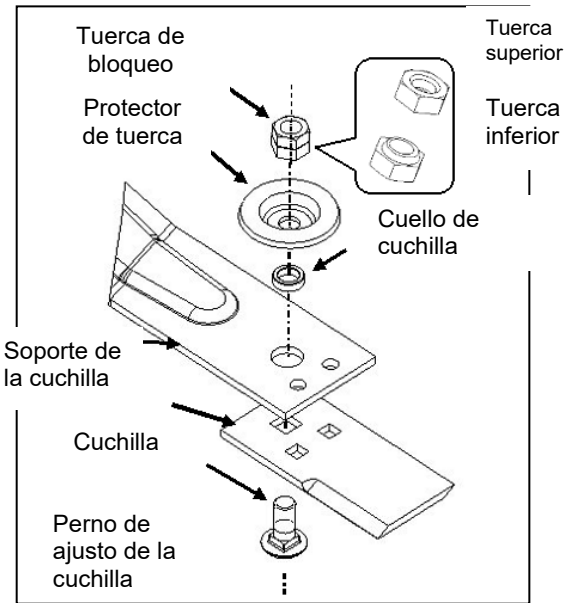

Figura 20
2. Después de cambiar una cuchilla (o una cuchilla invertida) También debería cambiar el perno de la cuchilla, la tuerca de bloqueo y el protector de tuerca, como se indica en la Figura 20.